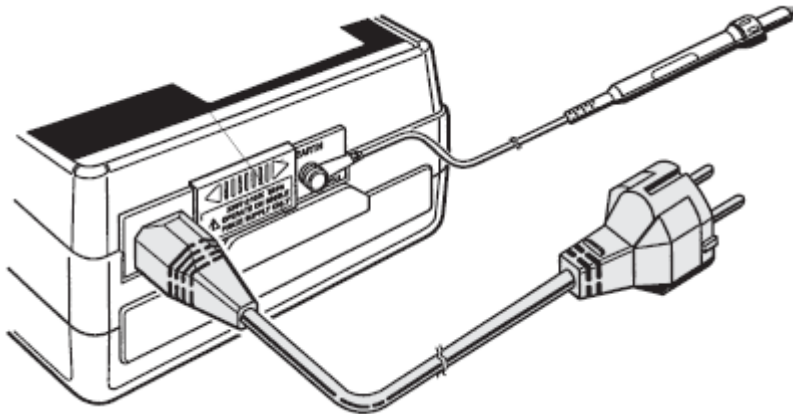
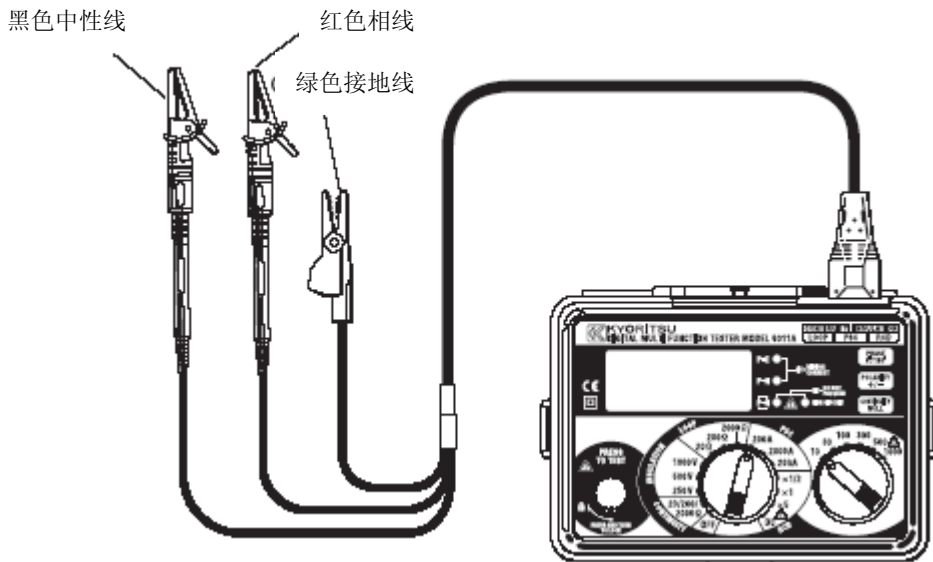

图 9
图 10
2. 测试线连接仪器的 IEC 插座上。（图 9）
4. 仪器与被测 RCD 连接，可使用合适的插座（图 9）或 OMA DIEC（MODEL7133）测试线（图 10）。